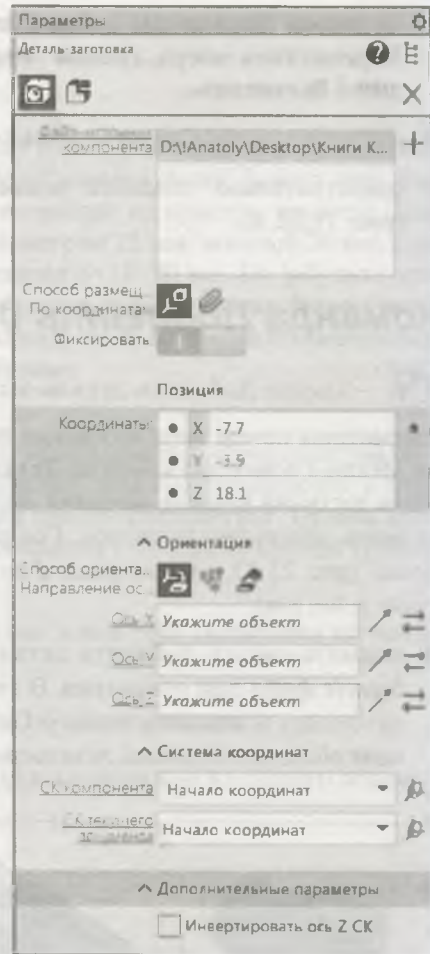

Рис. 21.24. Панель **Параметры**:
- ◆ далее необходимо выбрать способ вставки на панели **Параметры: Деталь-заготовка** (рис. 21.24). Для этого в заголовке панели имеются две кнопки: